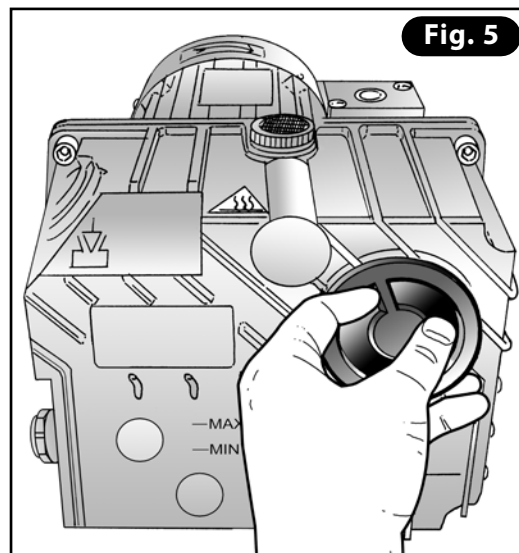
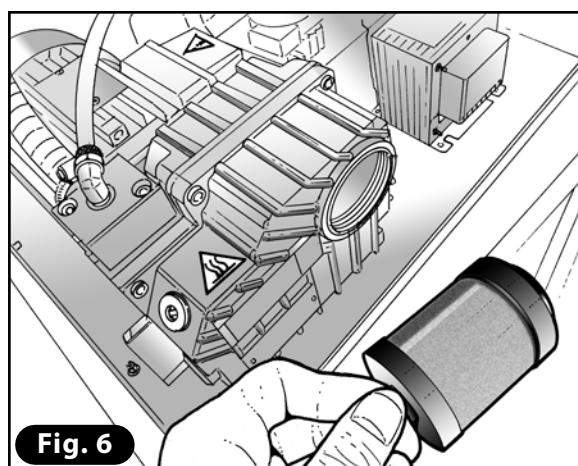

Fig. 5
Fig. 6
**POMPE 8-12-18-25mc/h**: dévisser le bouchon du filtre déshuileur placé sur le corps de la pompe à l'aide d'une pince (**Fig. 5**). Enlever le filtre déshuileur (**Fig. 6**).